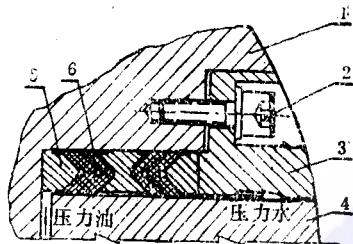

图6 “V”型橡胶密封
4. 为确保叶片密封的可靠性，防止高尾水位时，转轮室内的水窜入转轮体内。若采用“V”型橡胶密封既能封油，又能封水（图6）。其特点是采用压力式结构，靠油压或水压的力量进行密封。压力越高，密封性能越好。东方电机厂实验室在1980年曾对“V”型橡胶密封进行过试验，在试验压力为0~7公斤/厘米²范围内，叶片法兰动作和不动作的情况下，加压几十个小时均未发现有漏油漏水现象。这种密封可根据不同的水压油压，密封位置许可，可采用二圈甚至更多圈的“V”型橡胶密封圈，以提高“V”型密封装置的可靠性。